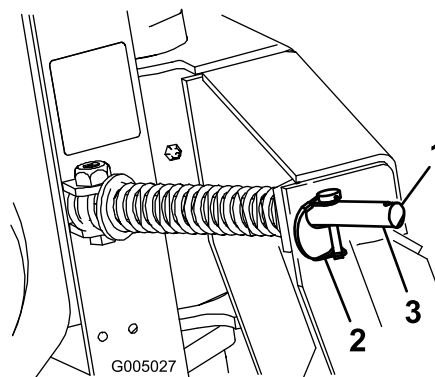

Figura 6
1. Posizionate gli acciarini sui fori esterni delle aste delle molle in maniera da consentire lo spostamento laterale dell'interratubo (Figura 6).
1. Posizionate gli acciarini sui fori interni delle aste delle molle in maniera da impedire lo spostamento laterale dell'interratubo (Figura 6).